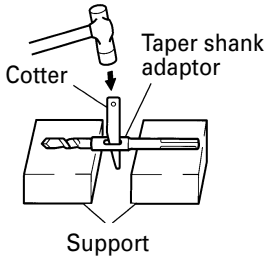

Fig. 13
- (2) Mettre l'appareil sous tension et percer un trou de base.
- (3) Après avoir retiré la poussière avec une seringue, fixer le mandrin à la pointe du sabot et l'enfoncer dans le sabot avec un marteau.
- (4) Pour retirer la mèche à queue conique, insérer une clavette dans la fente du raccord de queue conique et frapper sur la clavette avec un marteau. (Fig. 13)